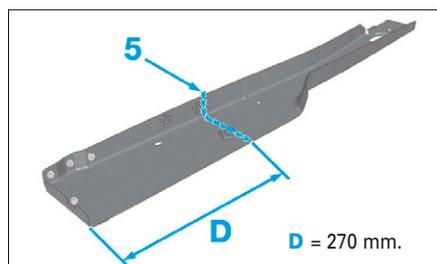

FIG. 6
- Tracer puis découper en (5) la semelle (Fig.6).